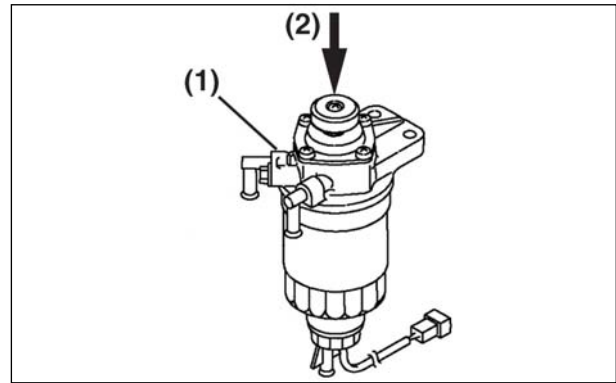

Figura 2
Desfaceți capacul de evacuare a aerului (Figura 2, (1)) cu 2 sau 3 rotații.
Utilizați pompa de antrenare a combustibilului (Figura 2, (2)) până când acesta a parasit zona de evacuare a aerului fără bule de aer.